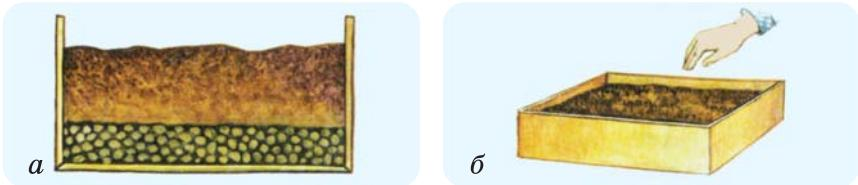

Рис. 4
4. Подготовьте посадочный ящик: на дно уложите дренаж, сверху насыпьте 15–20 см плодородной почвы и полейте водой. Колышком разметьте бороздки для посева (*рис. 4, а*).
5. Посейте семена помидоров рядами. Присыпьте их рыхлой почвой тонким слоем. Накройте ящик полиэтиленовой плёнкой и поставьте в тёплое место (*рис. 4, б*).